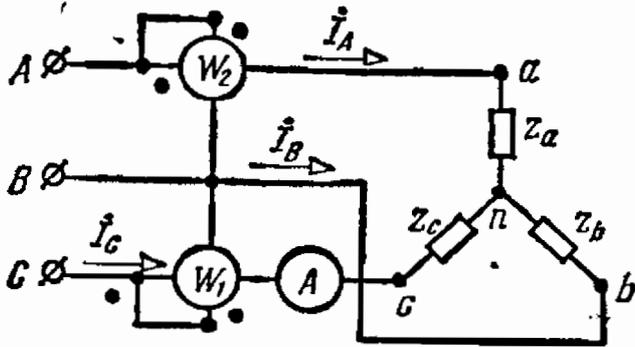

Рис. 6.19
6.19. Определить род нагрузки и сопротивление фаз симметричного приемника, соединенного звездой, если линейное напряжение на входе схемы $U = 380$ В, ток в линии $I = 4,4$ А и показания двух ваттметров, включенных по схеме рис. 6.19, равны: $P_1 = 1665$ Вт, $P_2 = 707$ Вт.